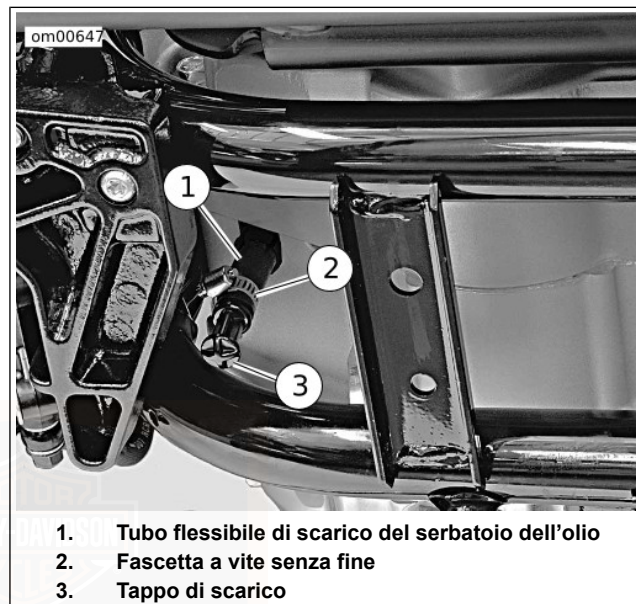

Figura 29. Tubo flessibile di scarico del serbatoio dell'olio e staffa: modelli Sportster
3. Vedere Figura 29. Allentare la fascetta a vite senza fine (2) ed estrarre il tappo di scarico (3) dall'estremità del tubo flessibile di scarico. Scaricare tutto l'olio motore dal serbatoio. Non è necessario svuotare il basamento del motore.